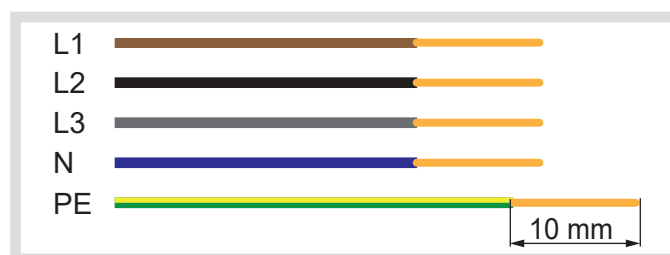

Bild 27: Abisolierlänge
- Die Leiter L1, L2, L3, N und (PE 8 mm Länger lassen) auf Länge kürzen und 10 mm lang abisolieren (Bild 27).